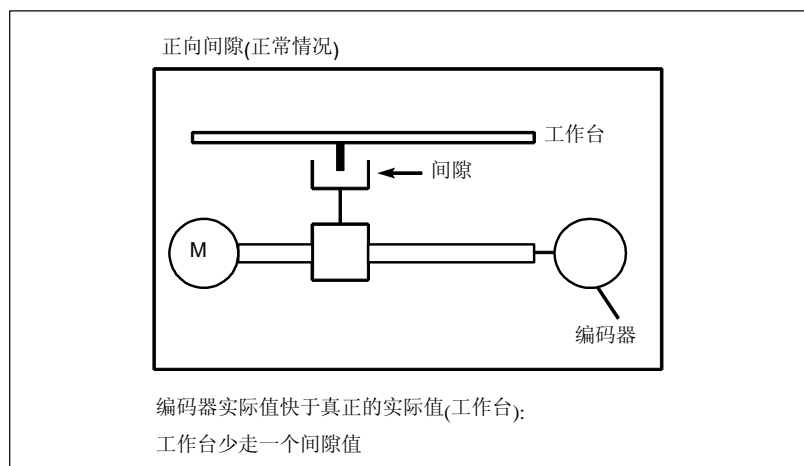

图 16-1 正向间隙(正常情况)
- 作用** 带间接测量系统的进给轴/主轴在运行时，由于机械间隙的存在会导致位移行程的出错。比如，一进给轴在换向时少走或多走了一个间隙值(参见图 16-1)。
- 正向间隙** 编码器快于机床部件(比如工作台)，因为这样由编码器所获得的实际位置值快于工作台的实际位置，所以工作台少走一个间隙值(参见图 16-1)。在此，输入一个正值的间隙补偿值(=正常状态)。